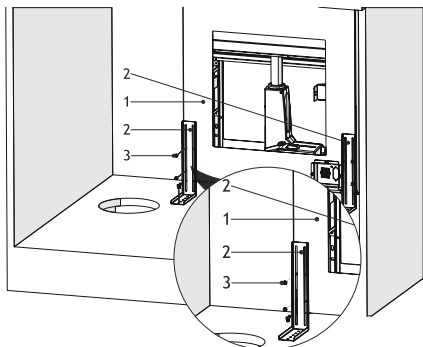

Fig. 12
5. ➡ ■ Montera fläkten med de 2 x långa monteringsbeslagen ordentligt i bottenplattan (Fig. 12)